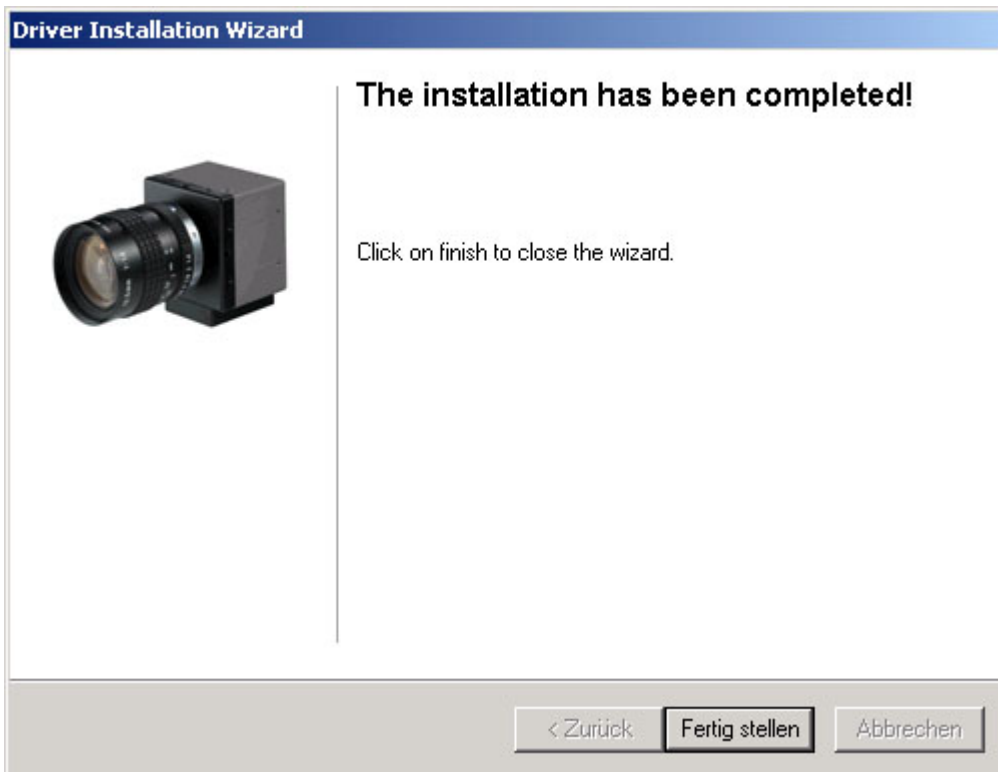

Bild 20: Treiber-Installation, Schritt 3
- Am Ende der Installation sehen Sie die Meldung (*Bild 20*). Klicken Sie auf „Fertig stellen“.